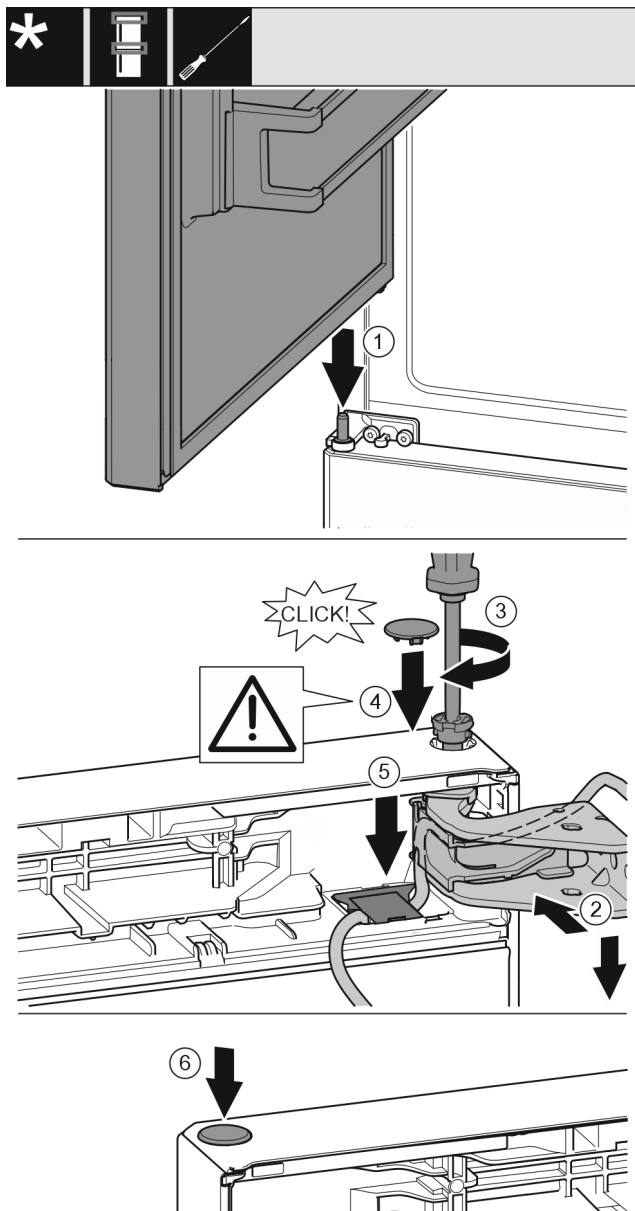

Fig. 30
- ▶ Horní dveře usadíte na prostředním ložiskovém čepu Fig. 30 (1)
- ▶ Dveře nahoře vyrovnejte s otvorem ve stojanu ložiska. Fig. 30 (2)
- ▶ Vložte čep a pevně jej utáhněte šroubovákem T15. Fig. 30 (3)
- ▶ K zajištění dveří namontujte bezpečnostní kryt: Bezpečnostní kryt nasadíte a zkontrolujete, zda přiléhá na dveře. V opačném případě čep zcela zasuňte. Fig. 30 (4)
- ▶ Vložte kryt a zatlačte jej směrem dolů, dokud nezacvakne. Fig. 30 (5)
- ▶ Vložte zátku. Fig. 30 (6)